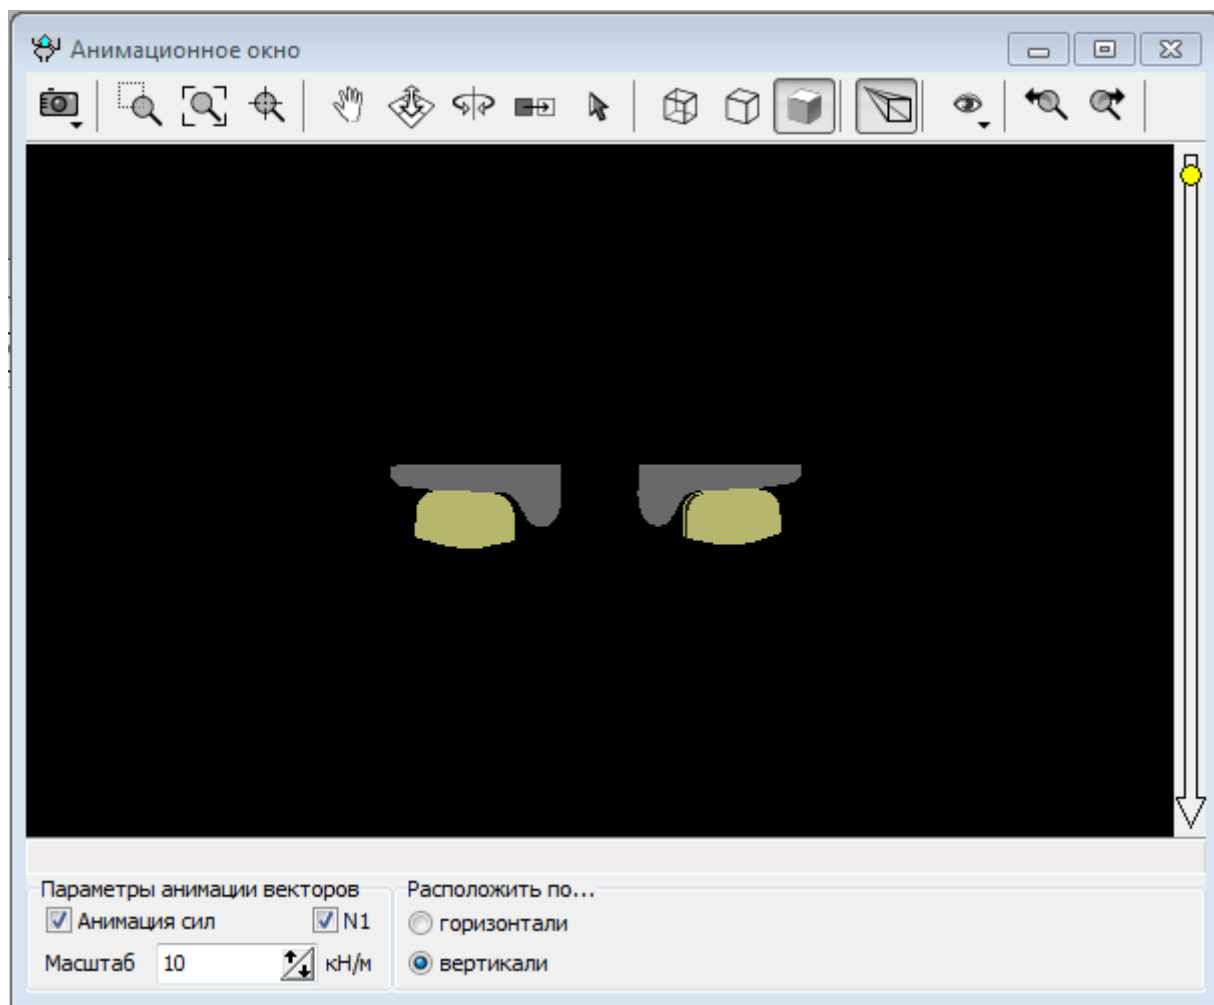

Рис. 1.4. Окно анимации контакта
1. Для открытия окна анимации контакта выберите пункт меню **Инструменты | Анимация контакта....** Откроется новое окно анимации контакта, см. рис. 1.4.